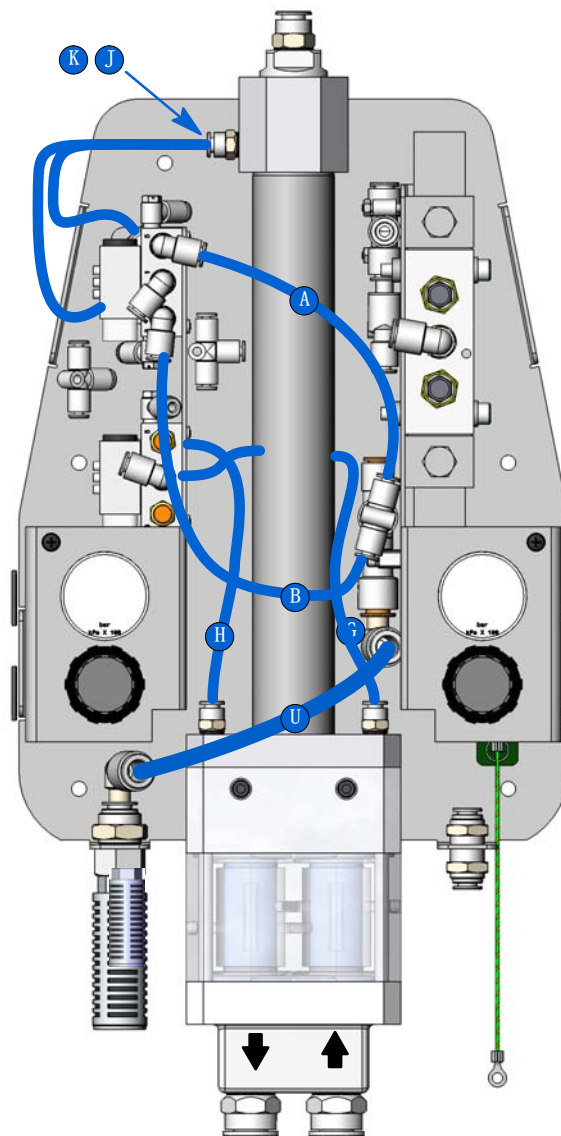

图 10 断开空气管
4. 见图10。将所示七个空气管的各自末端断开。
**注意：** 图10所示字母对应于20页 管道图中的字母。